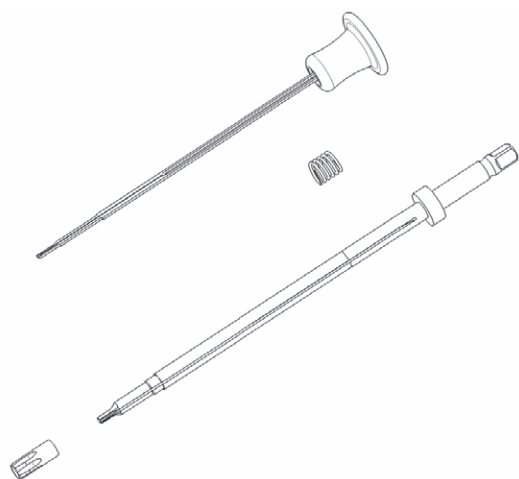

Abb. 10 Auseinandergezogene Darstellung des selbsthaltenden S⁴ Cervical Schraubendrehers für Polyaxialschrauben
- ▶ Knopf mit den Haltzungen auf den Schaft des Schraubendrehers schieben, so dass die Haltzungen in den Rillen des Schraubendreherchafts einrasten, siehe Abb. 10.
6.4 Stabandrückzange (26)